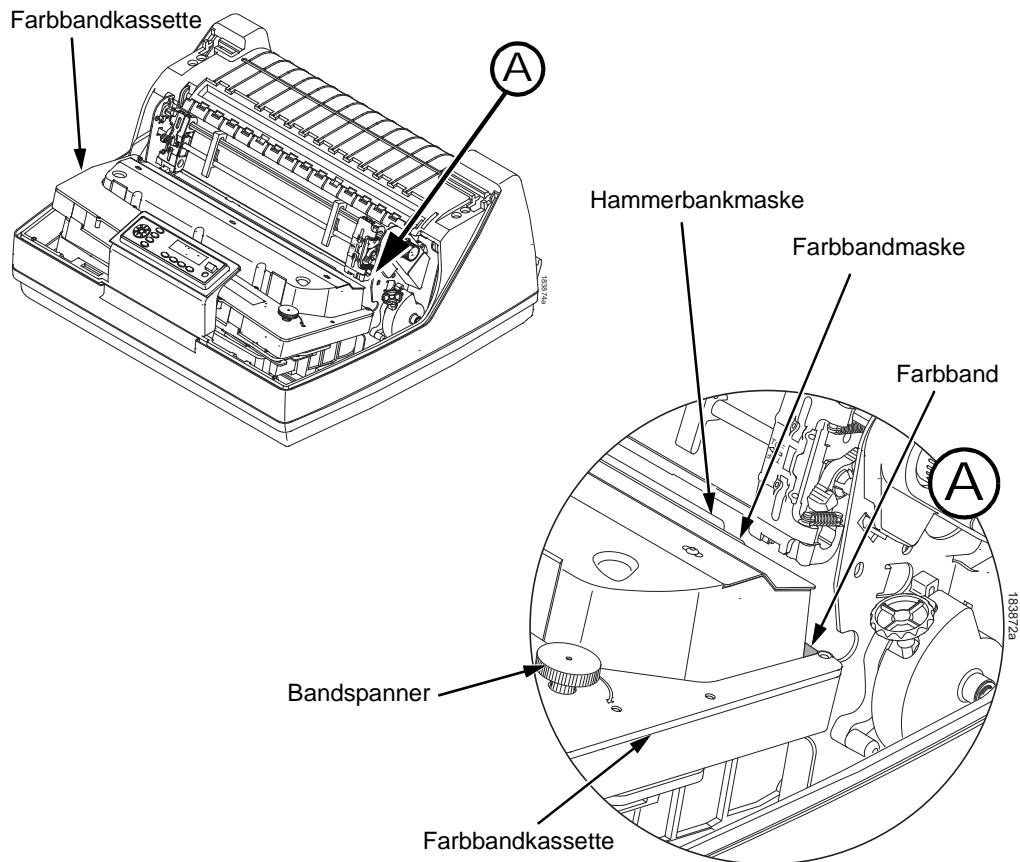

Abbildung 35. Eingerastete Farbbandkassette
6. Drücken Sie die Kassette nach unten und bringen Sie das Band zwischen Hammerbankabdeckung und Farbband-abdeckung (siehe Abbildung 35). Sie rastet spürbar ein.